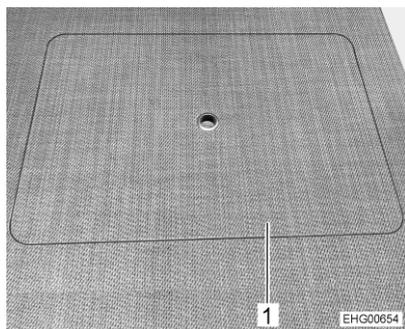

Fig. 26 Coperchio di servizio doppio fondo
- Aprire uno dei coperchi di servizio (Fig. 26,1) nel vano abitabile.